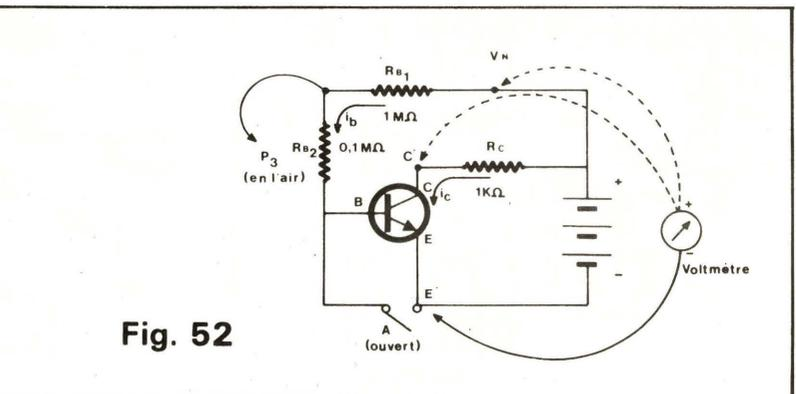

Fig. 52
Le schéma équivalent est celui de la figure 52.
- L'interrupteur A est toujours ouvert (fig. 52)